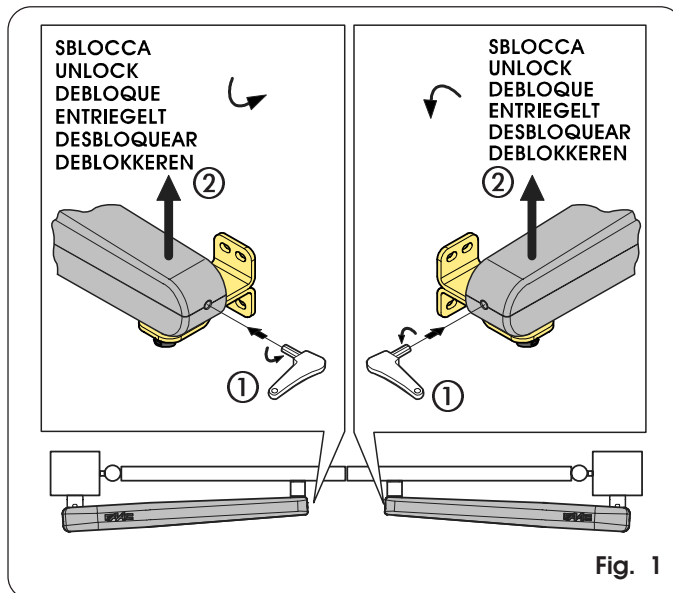

Fig. 1
- Steek de bijgeleverde inbussleutel in het voorste deel van de aandrijving en draai hem 5-6 slagen tegen de klok in (Fig. 1 Ref. ①).
- De aandrijving aan de voorkant optillen om deze uit de bevestiging los te maken (Fig. 1- Ref. ②) en de ontgrendelsleutel eruit halen.